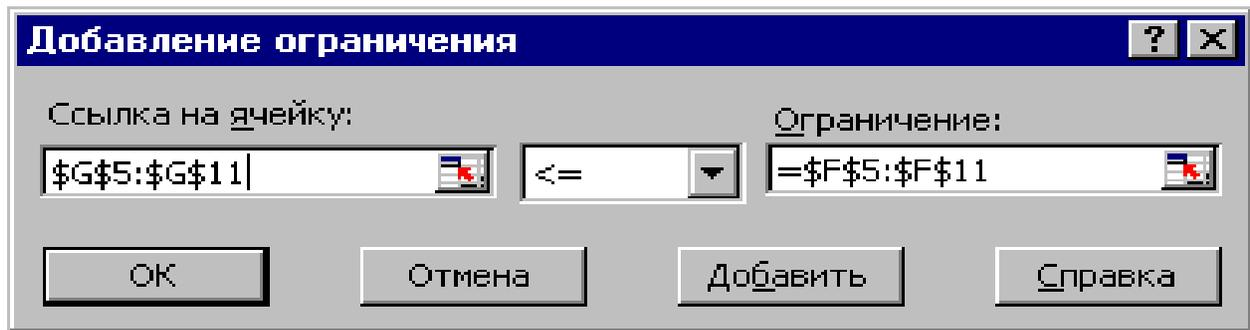

рис. 6.7.
12. Селектируйте блок ячеек “Наличие ресурсов” (блок F5:F11) и убедитесь, что окно диалога команды “Добавление ограничения” имеет вид, показанный на рис. 6.7;